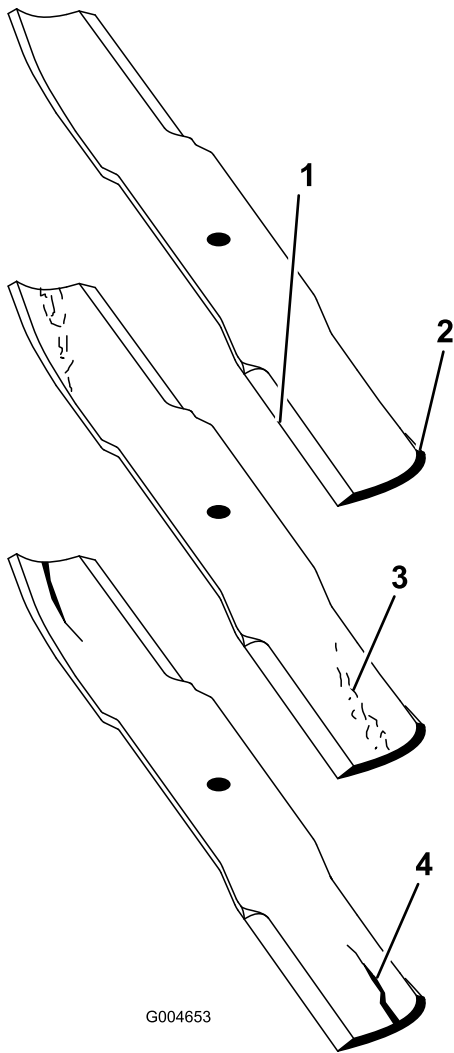

**Bild 84**
3. Entfernen Sie die Messerschraube, die Antiskalpierkuppe und das Messer von der Spindelwelle (Bild 84).